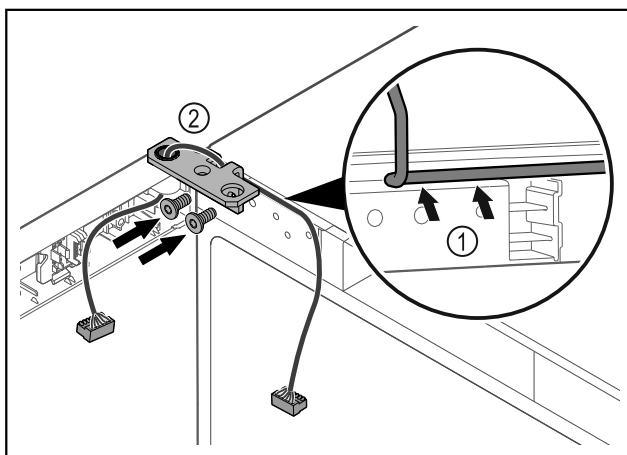

Fig. 36
- Ved'te kabel skrz vybraní úhelník závěsu a opatrně jej položte Fig. 36 (1).
- Našroubujte úhelník závěsu Fig. 36 (2).